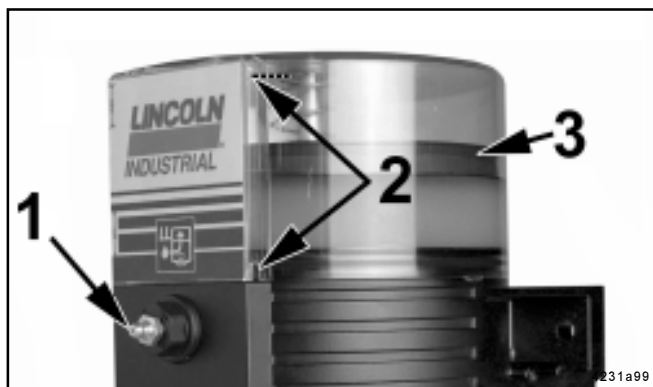

Abb. 18 - Behälter bis zur Max. Markierung auffüllen (QLS 301)
- * Behälter über den Befüllnippel 1 (Abb. 18) bis zur „Max.“ Markierung füllen.